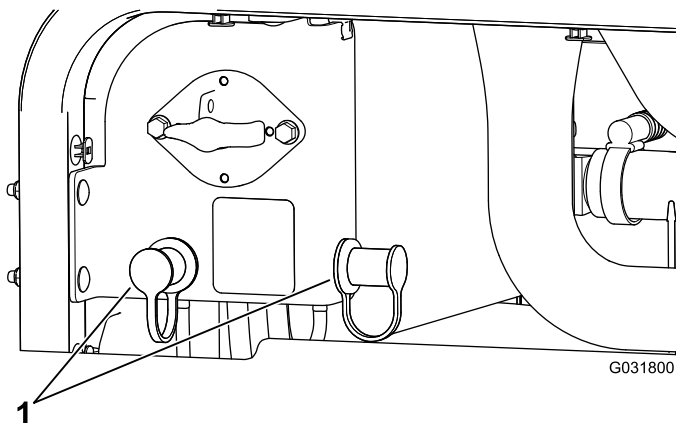

Figura 97
3. Retire los capuchones de los bornes de la batería del otro vehículo (Figura 97).